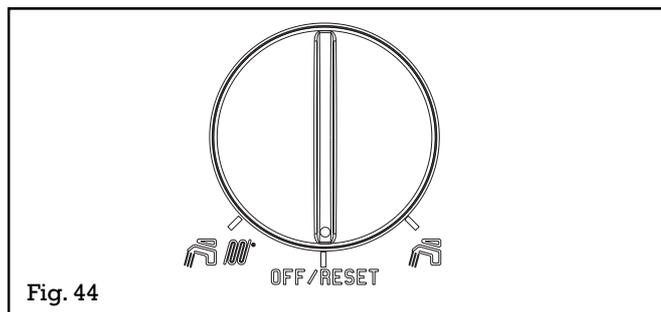

Fig. 44
- placer le sélecteur de fonction sur OFF/RESET (fig. 44)
Si la pression d'eau est suffisante, il faut réarmer la chaudière en plaçant le sélecteur de fonction sur OFF/RESET (fig. 44), attendre 5 secondes puis le remettre sur la position désirée (été ou hiver).